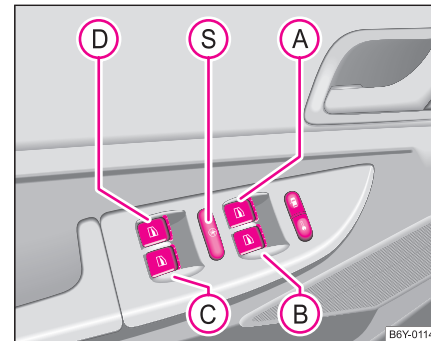

Abb. 29 Schalter in der Fahrertür
Die Schalter für die einzelnen Fenster befinden sich in der Armlehne der Fahrertür ⇒ Seite 49, Abb. 29, Beifahrertür und in den hinteren Türen*.
Sie können durch Drücken des Sicherheitsschalters **(S)** ⇒ Seite 49, Abb. 29 die Schalter der Fensterheber in den hinteren Türen außer Funktion setzen. Durch wiederholtes Drücken des Sicherheitsschalters **(S)** sind die Schalter der Fensterheber in den hinteren Türen wieder in Funktion.
- Werden auf den Rücksitzen Kinder befördert, wird empfohlen, die elektrischen Fensterheber der hinteren Türen außer Funktion zu setzen (Sicherheitsschalter) **(S)** ⇒ Seite 49, Abb. 29.